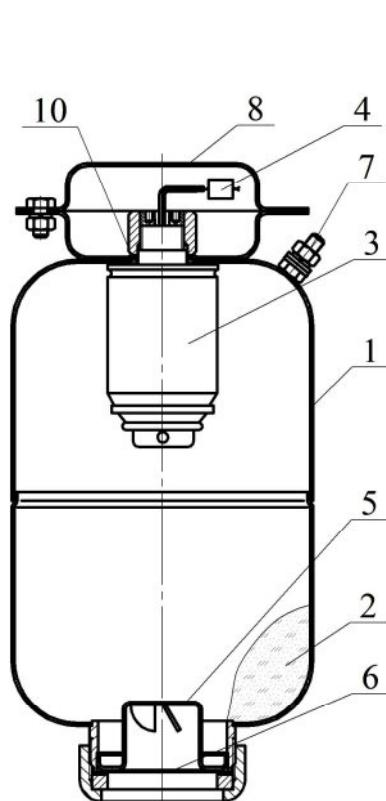
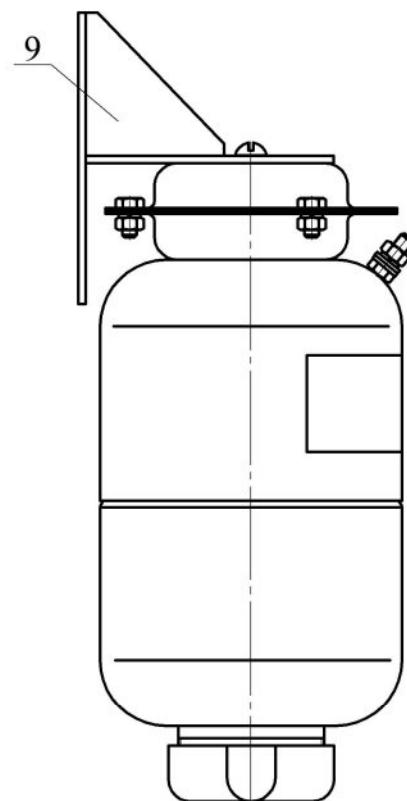

Рисунок 1
Рисунок 2
4.1.1 МПП (см. рисунки 1 и 2) состоит из корпуса 1, в котором размещаются огнетушащий порошок (ОП) 2 и источник холодного газа (ИХГ) 3 с элементом электропусковым 4. В нижней части корпуса находится насадок-распылитель 5, выходное отверстие которого перекрыто мембраной 6. Модуль имеет заземляющий зажим 7. В верхней части МПП снабжен кронштейном 8 для крепления к потолочному перекрытию (рисунок 1) или кронштейном 9 для крепления на стене (рисунок 2).
6.2 Закрепить кронштейн 8 (см. рисунок 1) на потолке или кронштейн 9 (см. рисунок 2) на стене. Для крепления кронштейна потолочного крепления в центральной его части выполнено отверстие $\phi 10$ мм. Координаты отверстий в кронштейне, предназначенном для крепления МПП на стене приведены на рисунке 3.
7.3 Комплект поставки для перезарядки МПП (см. рисунок 1):